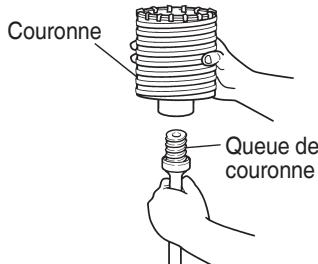

Fig. 15
- (1) Monter la couronne sur la queue de couronne. (Fig. 15) Graisser le filetage da la queue de couronne afin de faciliter le démontage.